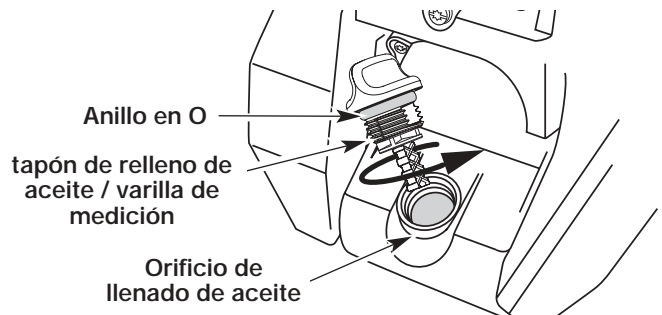

Figure 41
**NOTA:** Verifique que el anillo en O esté en su lugar en el tapón de relleno de aceite / varilla de medición cuando mida y cambie el aceite (Fig. 41).